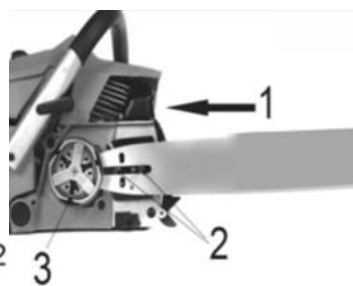
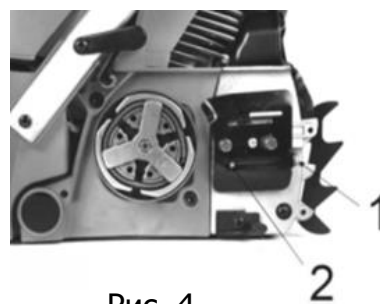

Рис. 3
Рис. 4
- С помощью отвертки поверните регулировочный винт (1) против часовой стрелки, пока выравнивающий штифт (2) (выступающий вал) не достигнет своего предельного положения (рис. 3).
- Установите пазовую часть пильной шины (1) (рис.1) на шинные болты (1-2). Передвигайте шину за муфту сцепления (3) (рис. 3) до тех пор, пока она не остановится (рис. 4).